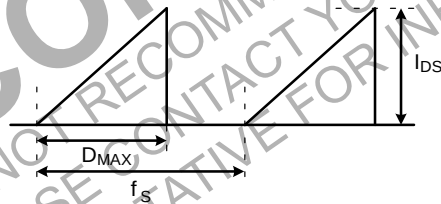

図 4. 繰り返しピークスイッチング電流
4. 誘導負荷が仮定される際の繰り返しピークスイッチング電流最大デューティ($D_{MAX} = 0.73$)と接合温度で制限(図4を参照)。